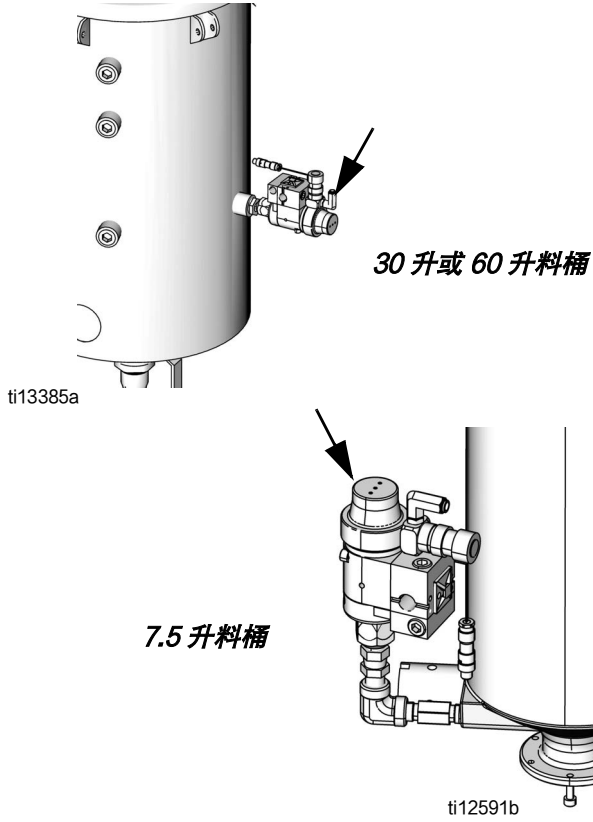

图 7：侧面安装
料桶补料套件出厂时未安装。料桶补料套件可安装在料桶盖或料桶侧面。请参见图 5 和图 7。
1. 使用 PTFE 胶带和提供的管件安装补料套件，如图 7 所示。